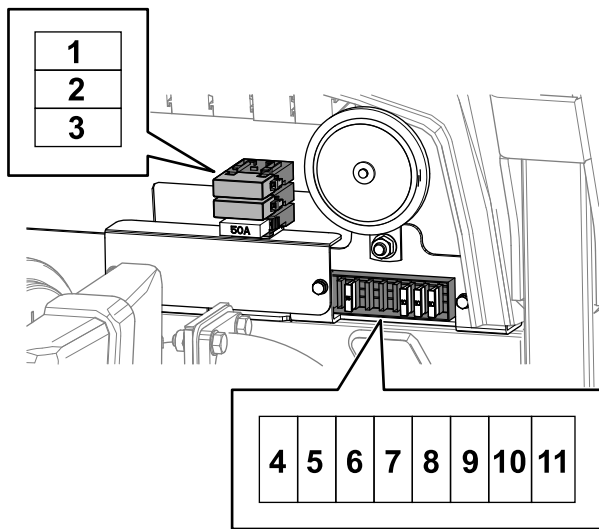

Figura 72
5. Înlocuiți orice siguranță arsă cu o siguranță de același amperaj (Figura 72).